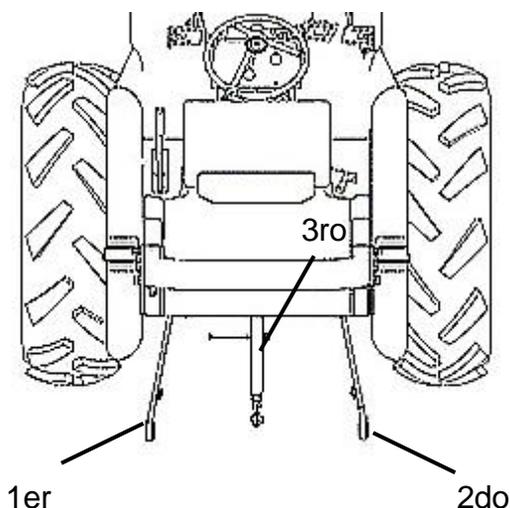

FIGURA 1
- Acople la sembradora al enganche de 3 puntos, colocando primero el 1er. Y 2do. Punto para finalizar con el 3ro. De la parte superior, así como se muestra en la **FIGURA 1 y 2**.